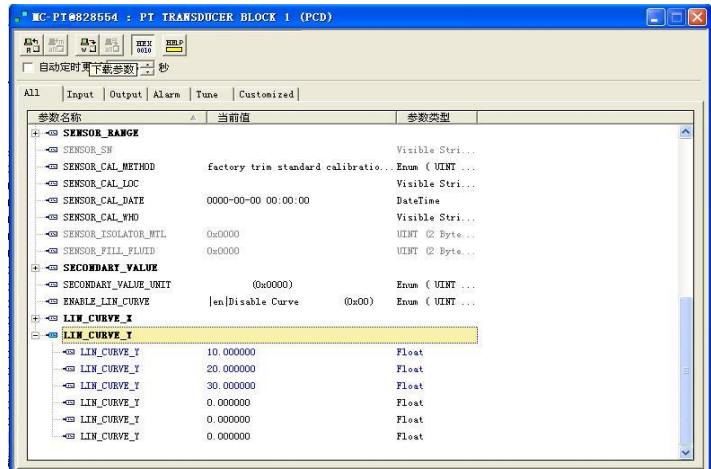

图 6.4 LIN_CURVE_Y 的配置
- 1) 智能变送器提供 6 个校正点输入，即变换块的参数 LIN_CURVE_Y 数组，用户可以依次将要校准的压力值写入数组并选择好单位。例如，在进行三点插值校准时，用户选择 10KPa，20 KPa，30 KPa 作为校准点，将这三个值依次写在 LIN_CURVE_Y 数组里，如图 6.4 所示。